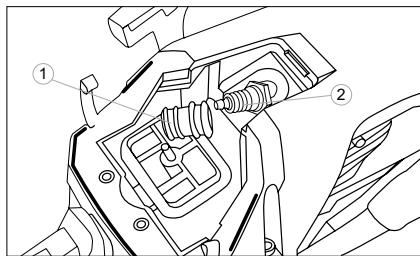

Рис. 26
3. Отсъедините високоволтов кабел от запалителна свещ 1 (рис. 26).